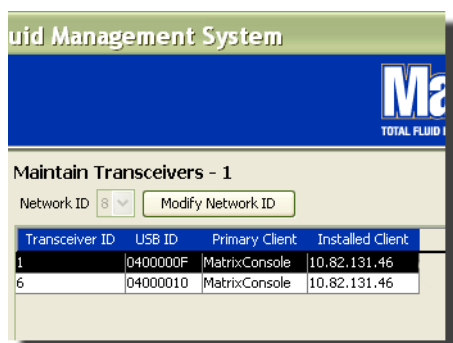

FIG. 92
7. La mise à jour du Profil du Principal Client s'affiche dans le champ Principal Client comme indiqué à la FIG. 92.
5. Les informations sur le fluide s'affichent dans l'écran Fluides comme indiqué à la FIG. 92.